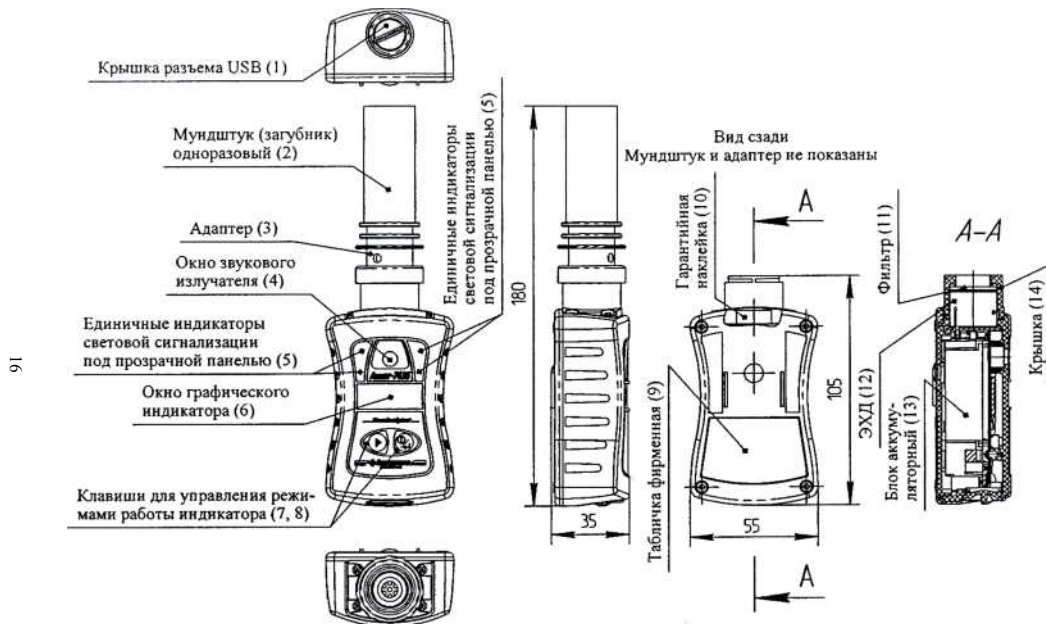

Рисунок 1.1— Прибор для определения оксида углерода в выдыхаемом воздухе АНКAT-7635SMOKERLYZER. Внешний вид
1.4.1.3 На передней панели прибора расположены (см. рисунок 1.1):
- табло (графический индикатор) (6);
- единичные индикаторы световой сигнализации (5);